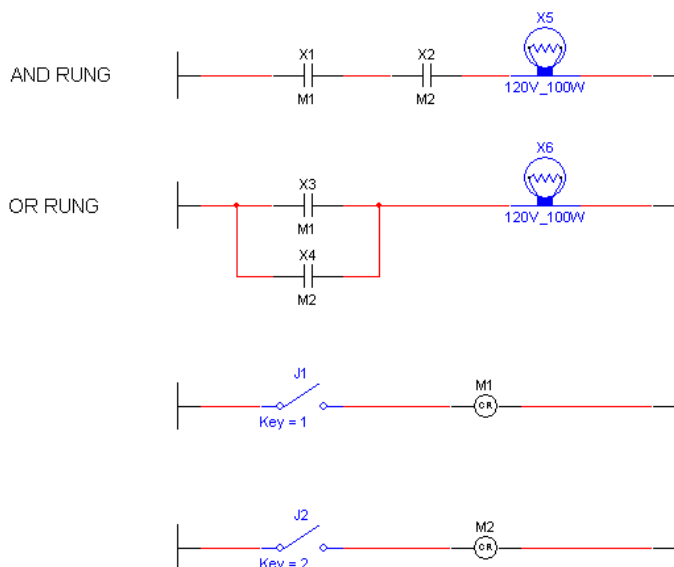

图 12-1 解释梯形图
操作 PLC 编程语言有多种，最常用有顺序功能图（SFC）、梯形图（LAD）、语句表（STL）、功能块图（FBD）等，而梯形图是在原继电器——接触器控制系统中的继电器梯形图基础上演变过来的一种图形语言，所以易学易懂易用，是目前用得最多、最普遍的一种 PLC 编程语言。如图 12-1 所示是最基本梯形图形式。
如图 12-1 所示，描述建立“软继电器”的“与”与“或”梯形图步骤：
6) 如果图 12-1 梯形图已经在 Multisim10 仿真平台上，单击键盘上的〈1〉或〈2〉键或用鼠标单击 J1 和 J2 使其断开或闭合，观察灯 X5、X6 的变化情况，便一目了然。有关梯形图仿真，将于下节讲述。